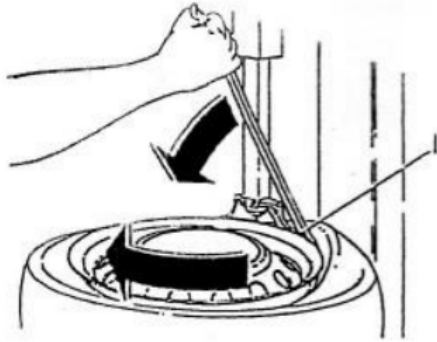

Abb.17
- Heben Sie den Wulst mit einem speziellen Hebel an und haken Sie ihn in die Zunge des Wulstes ein (siehe Abb.17 und 18).